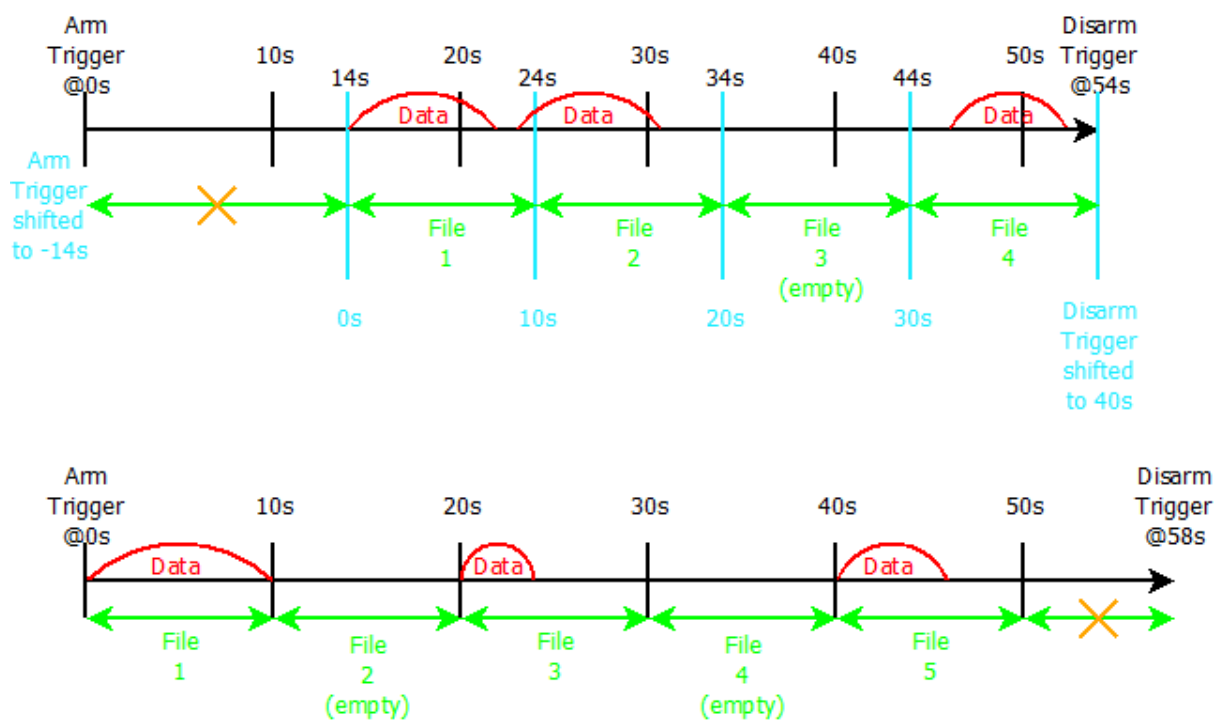

Fig. 5.6: 第一种记录特殊情况; 每 10s 分割一次文件
- 准备触发器后没有数据记录: 如果需要一定时间准备触发前和第一个记录发生的事件之后, 准备触发之间的时间触发和第一个记录发生的事件将被拒绝和 “0” 的位置将被转移到准备触发第一个记录发生的事件。因此, 第一个数据文件不是在准备触发的位置开始, 而是在第一个记录事件发生的位置开始。请参考 Fig. 5.6.